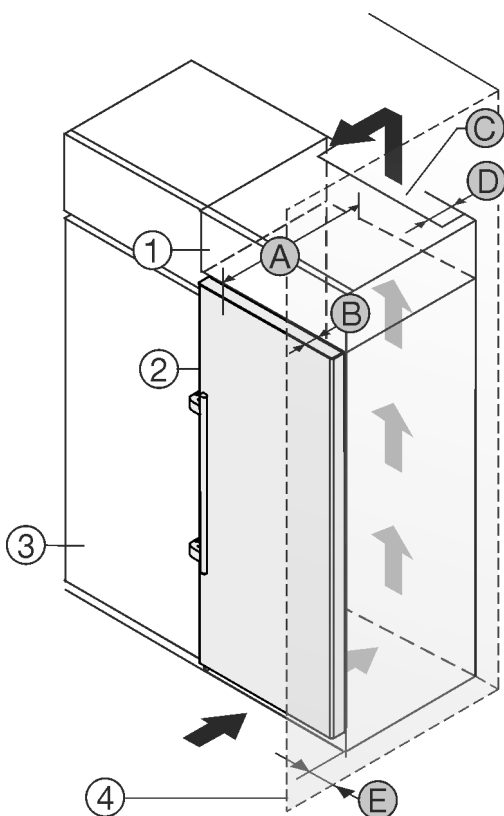

Fig. 2
- (1) Nástavná skříňka*
- (2) Přístroj*
- (3) Kuchyňská skříň*
- (4) Stěna*
- (5) Hloubka přístroje*
- (6) Hloubka dvířek*
- (7) Ventilační průřez*
- (8) Vzdálenost zadní strany přístroje*
- (9) Vzdálenost k zadní straně přístroje*
Můžete přístroj nainstalovat přímo vedle kuchyňské skříňky *Fig. 2 (3)*.*
Na zadní straně nástavné skříňky musí být větrací šachta hluboká *Fig. 2 (7)* přes celou šířku nástavné skříňky.*
Pod stropem místnosti musí být dodržen ventilační průřez *Fig. 2 (7)*.*
Když přístroj instalujete závěsy vedle stěny *Fig. 2 (4)*, musí být vzdálenost mezi přístrojem a stěnou minimálně 57 mm. To odpovídá přesahu madla při otevřených dveřích.*
Aby bylo možné dvířka plně otevřít, musí přístroj přesahovat o hloubku dvířek *Fig. 2 (6)* vůči přední linii kuchyňské skříňky. V závislosti na hloubce kuchyňských skříněk *Fig. 2 (3)* a použití vymezovačů odstupu od stěny může přístroj vyčnívat dále.*